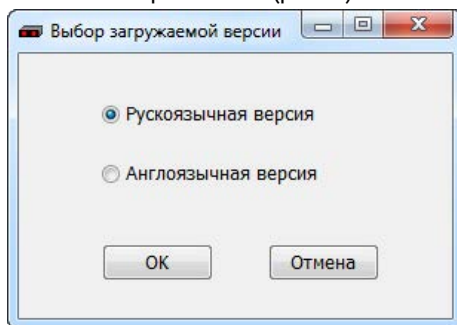

Рисунок 7. Выбор языка
4. В появившемся окне выберите язык (рис. 7).